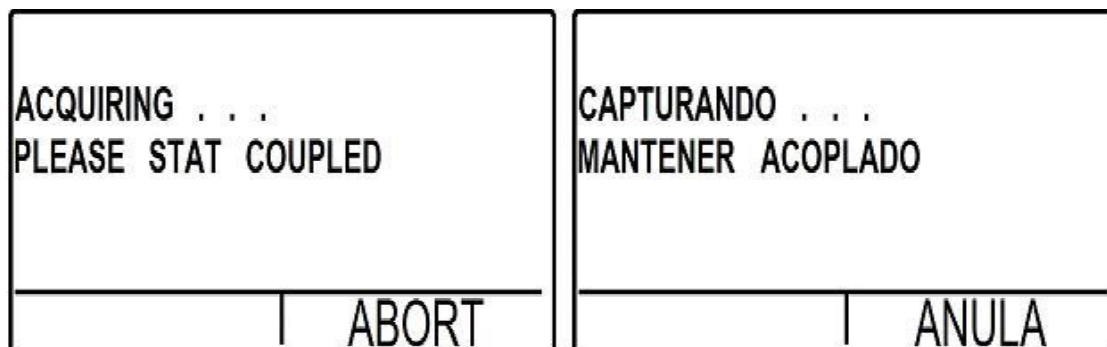

Figura 22: Pantalla indicando que está registrándose información
- l. Al acoplar el transductor el instrumento registra información y automáticamente la pantalla aparece momentáneamente como se muestra en la Figura 22.